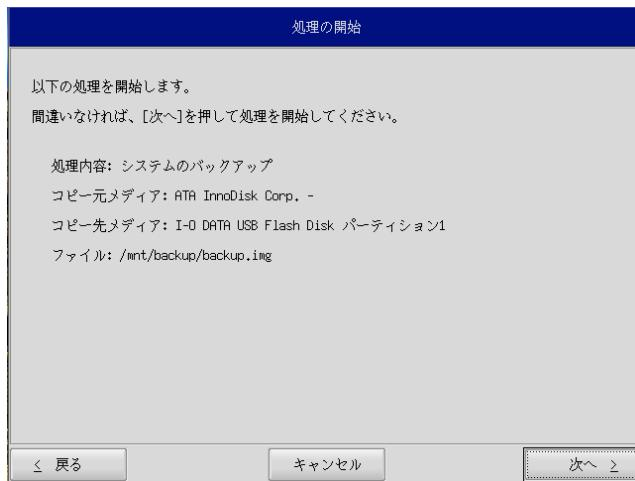

図 5-3-5. 確認画面
- ⑧ 確認画面（図 5-3-5）が表示されます。メディア、パーティション、保存ファイルを確認します。[次へ]